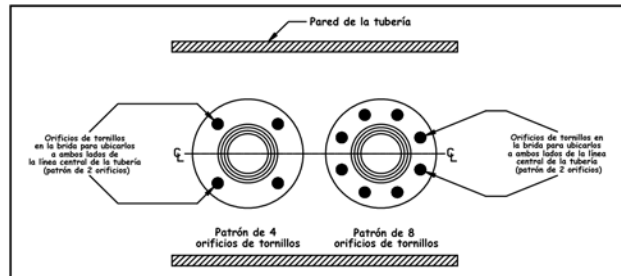

Figura 5. Orientación de la brida
- Observe la orientación de la brida en la figura 5. Los orificios de los tornillos en la brida deben ubicarse a ambos lados de la línea central de la tubería (patrón de 2 orificios).